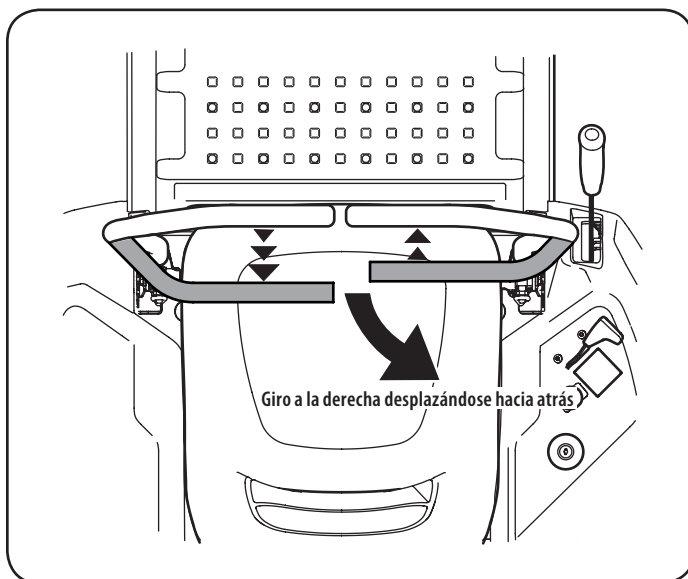

Figura 15
3. Para girar a la derecha mientras se desplaza marcha atrás, mueva la palanca de control del lado derecho hacia adelante respecto de la palanca izquierda. Vea la Figura 15.